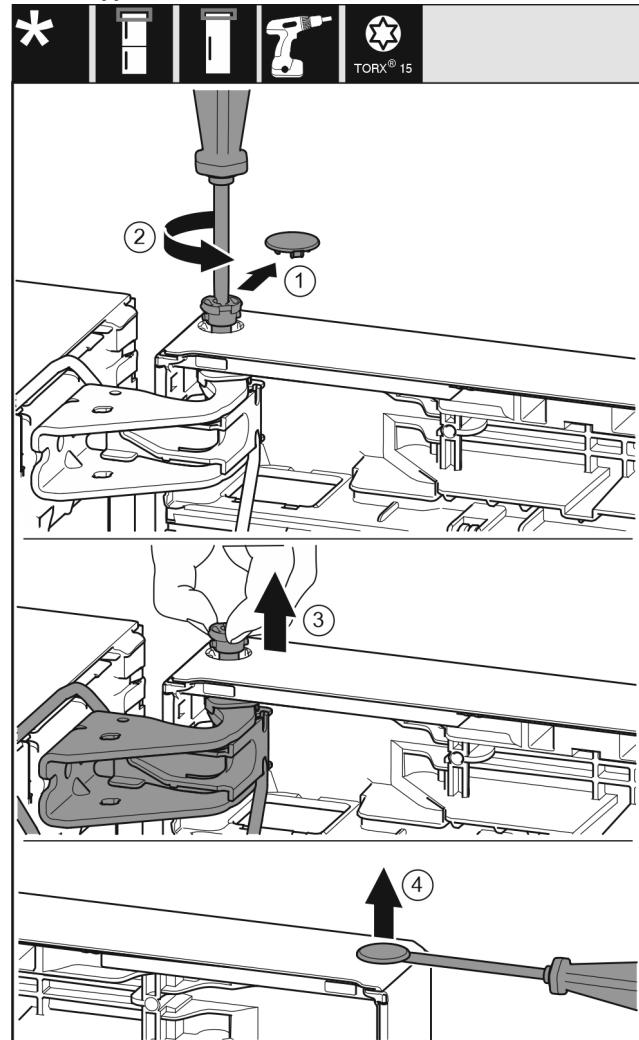

Fig. 22
- ▶ Свалете внимателно предпазния капак. Fig. 22 (1)
- ▶ С отвертка T15 отвийте малко болта. Fig. 22 (2)
- ▶ Задържте здраво вратата и извадете болта с пръсти. Fig. 22 (3)
- ▶ С плоска отвертка внимателно повдигнете тапата от лагерната втулка на вратата и я извадете. Fig. 22 (4)